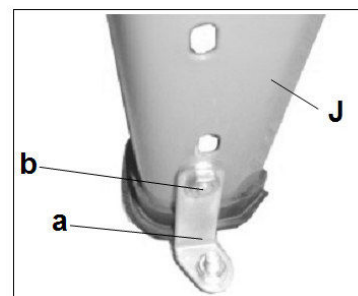

Рис. 5
его необходимо надежно закрепить с помощью металлических уголков, входящих в комплект. Металлические уголки (а) крепятся к ножкам (J) с помощью болтов (B), как показано на Рис. 5